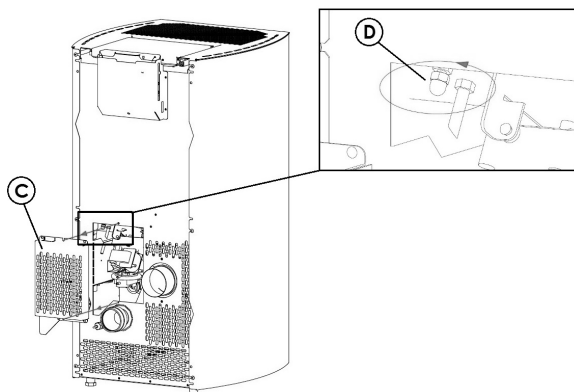

Fig. 76 - Remoção do cárter
- Remover o cárter "C" de inspeção na parede traseira da estufa (ver **Fig. 76**).